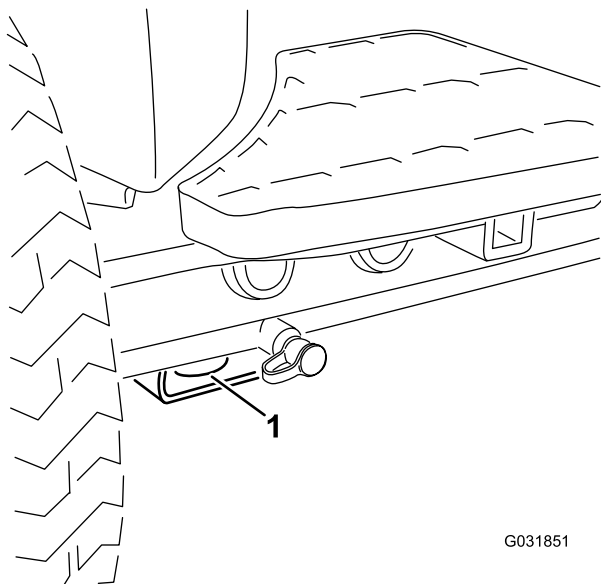

Figure 55
- **Avant de la machine** – trou du patin rectangulaire, sous le tube d'essieu, à l'intérieur de chaque roue avant (Figure 55).